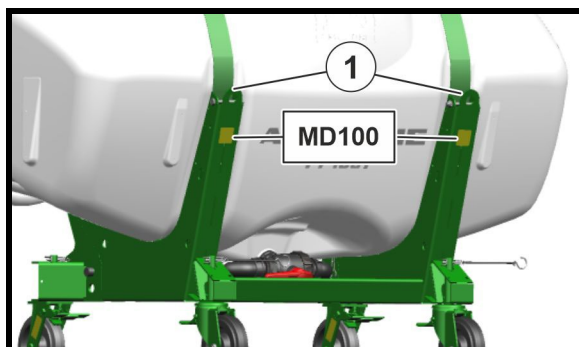

Fig. 3
- două puncte de prindere la partea din față (Fig. 3/1)
La încărcarea mașinii cu o macara, trebuie utilizate punctele de prindere (Fig. 3/1) marcate pentru chingile de ridicare.